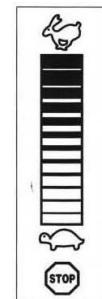

Abbildung 3
- (2) Befestigen Sie den oberen Griff am unteren Griff mit der mitgelieferten Befestigungsschraube, Mutter und Unterlegscheibe, wobei sich die Halterung (Abb. 3 A) zwischen den beiden Griffen befindet, und ziehen Sie sie dann mit dem mitgelieferten Schraubenschlüssel fest. (Abb. 3).
Die Drosselklappe befindet sich am Motor. Sie regelt die Motordrehzahl und schaltet den Motor ab, wenn sie ganz heruntergedrückt wird. Siehe Abbildung 3.